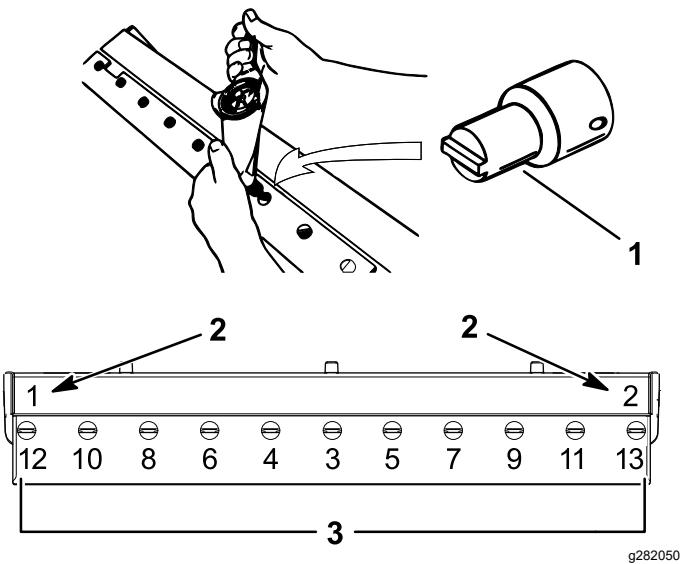

Figura 19
- A. Serrate le 2 viti esterne a 1 N·m; fate riferimento alla Figura 19.
- B. Partendo dal centro della controlama, serrate le viti a 23–28 N·m; fate riferimento alla Figura 19.